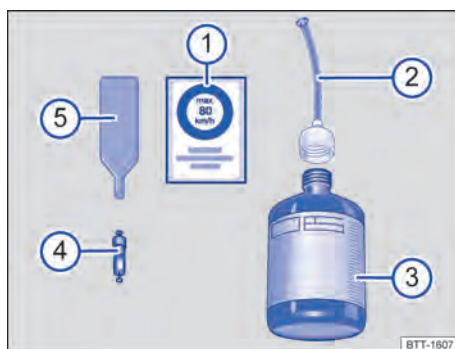

Fig. 220 Schéma de principe : composition du kit de crevaison
- ① Autocollant indiquant la limitation de vitesse « max. 80 km/h » ou « max. 50 mph »
- ② Flexible de remplissage du pneu avec bouchon
- ③ Bouteille de produit de colmatage des pneus
- ④ Obus de valve de recharge
- ⑤ Extracteur d'obus de valve
L'extracteur d'obus de valve → fig. 220 ⑤ possède, à son extrémité inférieure, une fente qui s'adapte à l'obus de valve. Cela constitue la seule possibilité de retirer l'obus de valve puis de la réinsérer dans la valve du pneu. Il en va de même pour l'obus de valve de recharge ④.
2. Dévissez l'obus de la valve du pneu à l'aide de l'extracteur d'obus → fig. 220 ⑤ et placez-le sur un support propre.
3. Agitez plusieurs fois vigoureusement la bouteille de produit de colmatage des pneus → fig. 220 ③.
4. Vissez fermement le flexible de remplissage du pneu → fig. 220 ② sur la bouteille de produit de colmatage des pneus dans le sens des aiguilles d'une montre.
5. Retirez le bouchon du flexible de remplissage du pneu → fig. 220 ② et enfoncez l'extrémité libre sur la valve du pneu.
8. Revissez l'obus sur la valve du pneu à l'aide de l'extracteur d'obus → fig. 220 ⑤.